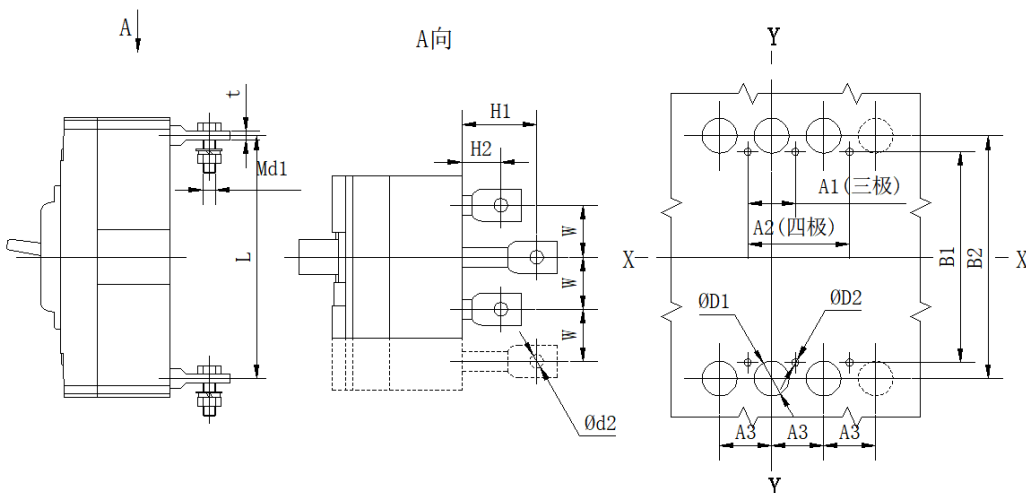

图 4
3.3 HSL6-400、800 板后接线外形及安装、开孔尺寸见图 4、表 8